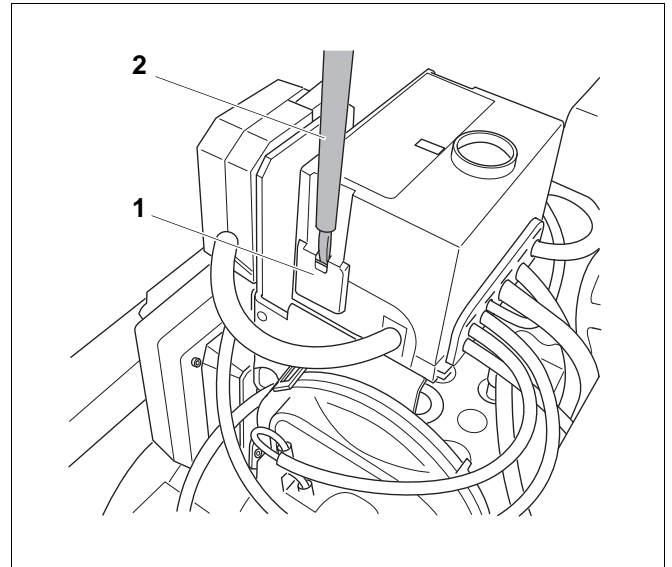

Рис. 55 Отожмите зажимную скобу наружу
- Отожмите отверткой зажимные скобы (рис. 55, **поз. 1**) (рис. 55, **поз. 2**) наружу.